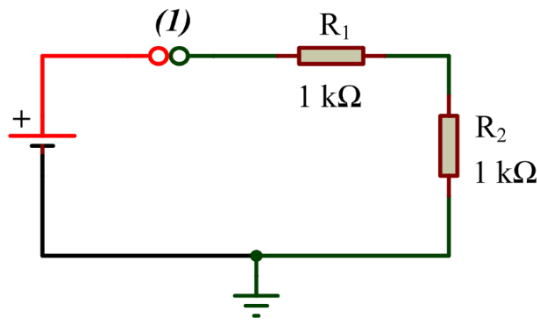
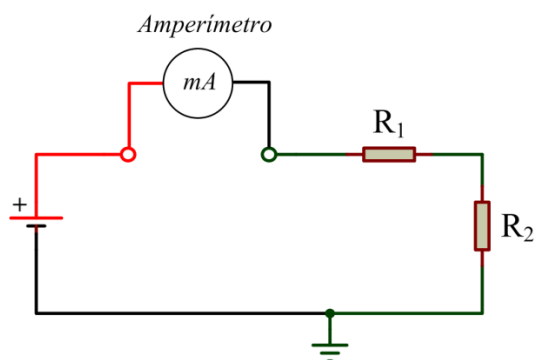

Figura 16
Figura 17
C.- Monte los dos resistores de la figura 16 en la *placa de inserción*. A continuación conecte la FA al circuito, el positivo de la FA al punto (1) y el negativo a masa, utilizando un cable rojo y un cable negro. El cable rojo, con el extremo con *conector banana*, se conectará al terminal (+, positivo) de la FA, y el extremo del cable rojo con *pinza de cocodrilo* se conectará al nodo (1) del circuito. El cable negro, con el extremo con *conector banana*, se conectará al terminal (–, negativo) de la FA y el extremo del cable negro con *pinza de cocodrilo* se conectará a la masa del circuito o *referencia 0 V*.
Aunque la corriente entregada por la FA al circuito de la figura 16 se puede leer en el display de la misma, si el valor es menor a 10 mA la resolución del medidor de la fuente de alimentación impide una lectura correcta. Recuerde que para medir la corriente en un circuito, es necesario “abrirlo” e intercalar un amperímetro, como se indica en la figura 17.
A.- **Calcule** la corriente **I_{FA}** que entrega la fuente de alimentación al circuito de la figura 16 utilizando los valores de **R₁** v **R₂** medidos en la **Pregunta 4.1.2.A**. **Anote** los resultados en la tabla del siguiente
B.- Calcule la corriente **I_{FA}** que entrega la fuente de alimentación al circuito de la figura 16 utilizando los valores de **R₁** y **R₂** medidos en la pregunta anterior. **Anote** el resultado en la tabla del siguiente apartado.
C.- Para medir la corriente **I_{FA}** utilice el multímetro como amperímetro. Monte ahora el circuito de la figura 16 y **mida** la corriente **I_{FA}**. **Anote** el valor obtenido en la siguiente tabla **comentando** el resultado en caso de desviación significativa respecto al valor teórico.
Vamos a aplicar ahora varias señales al circuito de la figura 16. En primer lugar debe realizar un pequeño análisis teórico de las señales que va a aplicar al circuito, y después realizará medidas sobre el mismo.